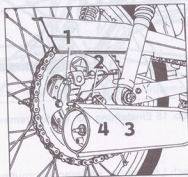

Abb. 16 Einstellung der Hinterbremse und der Motorkette
Die Hinterbremse wird mittels Einstellmutter eingestellt (1, Abb. 16). Wird dieses nicht tunlich, stellt man den Bremsschlüssel an der Rillenwelle um und stellen dann die Bremse durch die Einstellmutter ein.
Die Motorkette wird nach Lösen der Hinterachsenmutter (3, Abb. 16) gelöst. Durch Anziehen der Mutter (4) und der Kettenspanneinrichtung (2) beiderseits des Rahmens spannt man die Kette so, dass diese ein Spiel von 15 mm
Die Motorkette wird nach Lösung der Hinterachsenmutter (3, Abb. 16) gelöst. Durch Anziehen der Muttern (4) und der Kettenspanneinrichtung (2) beiderseits des Rahmens spannt man die Kette so, dass diese ein Spiel von 15 mm